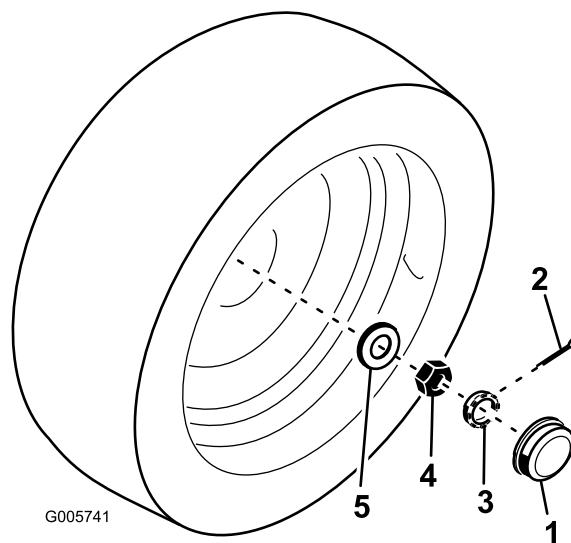

Bild 55
2. Schrauben Sie den Schutzdeckel vom Ende der Radwelle ab. Nehmen Sie auch den Splint ab, mit dem die Halterung befestigt ist (Bild 55).
3. Ziehen Sie die Klemmmutter (Bild 55) mit einem Schraubenschlüssel auf circa 8,5–11,3 Nm an.